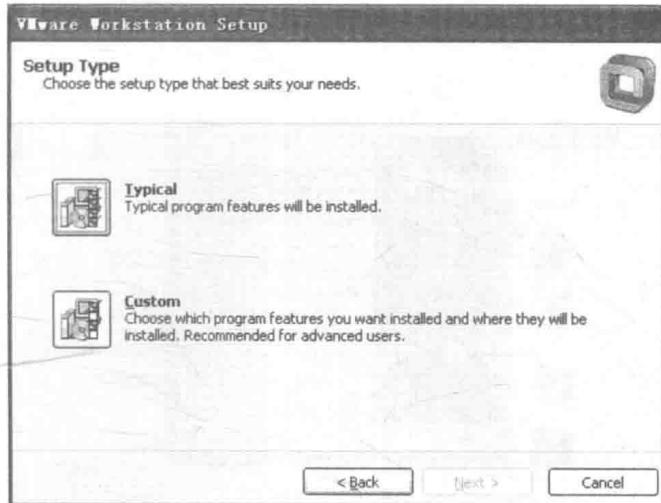

图 4-9 安装类型选择界面
(2) 选择典型安装方式“Typical”，如图 4-9 所示，安装程序会提示相应信息，均选择默认选项即可。